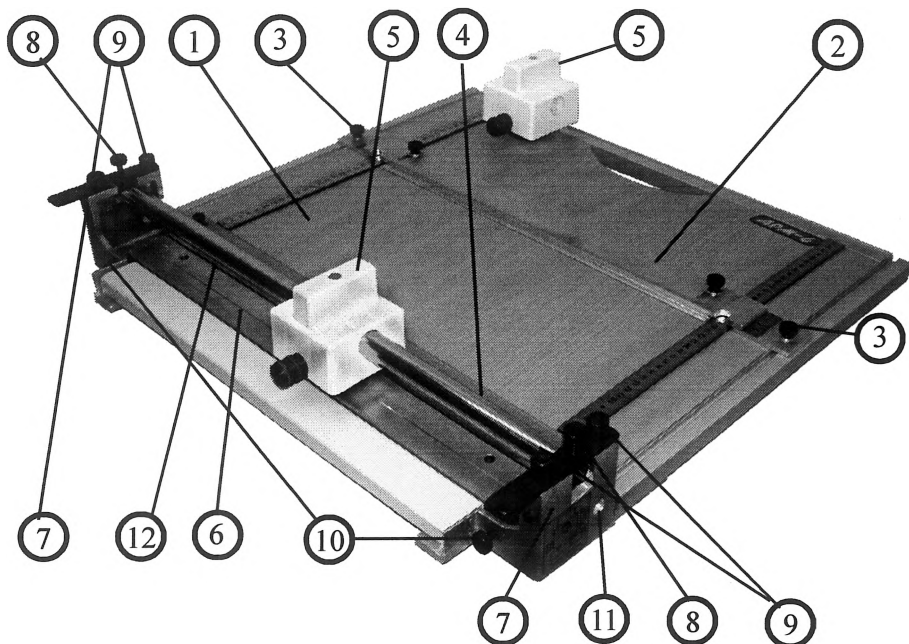

Рис. 1. Устройство аппарата АРМ-5
4. В аппарате имеется возможность с помощью винтов (8) (рис.1) настроить высоту штанги на толщину материала, что позволяет биговать сложные виды бумаг (например, лакированную, глянцевую, ламинированную, мелованную) без разрыва поверхности бигуемого материала.